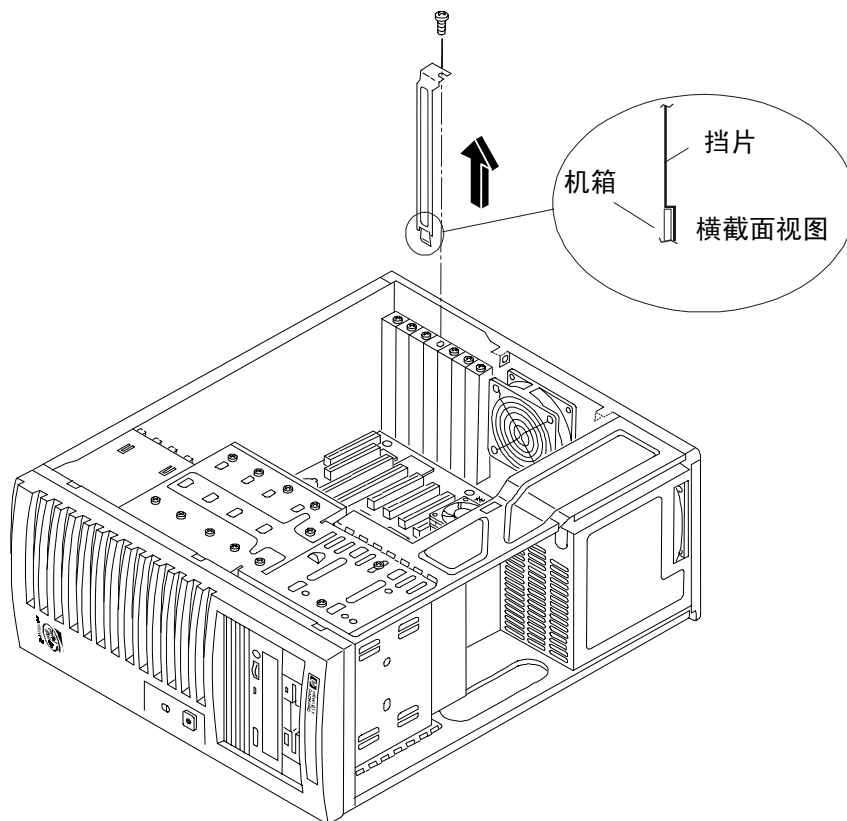

图 5-2. 卸下附件挡片
7. 使用 T-15 螺丝刀或平口螺丝刀卸下要使用的每个插槽的 PCI 挡片，并将其保存以备将来使用。请参见图 5-2。